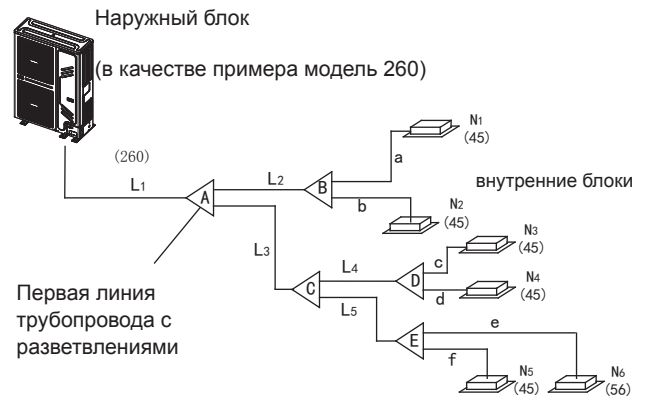

Рис. 4-6
- Магистральная труба (см. рис. 4-6 и таблицу 4-4) На рис. 4-6 магистральная труба L1, производительность наружного блока 26 кВт, и по рис. 4-6 размер газовой трубы/трубы жидкости Ф22,2/Ф9,5, кроме того общая эквивалентная длина труб стороны жидкости и стороны газа >90 м, поэтому воспользуемся таблицей 4-4 для получения размера газовой трубы/трубы жидкости Ф25,4/Ф9,5, и в соответствии с принципом максимального значения возьмем значение Ф25,4/Ф9,5.